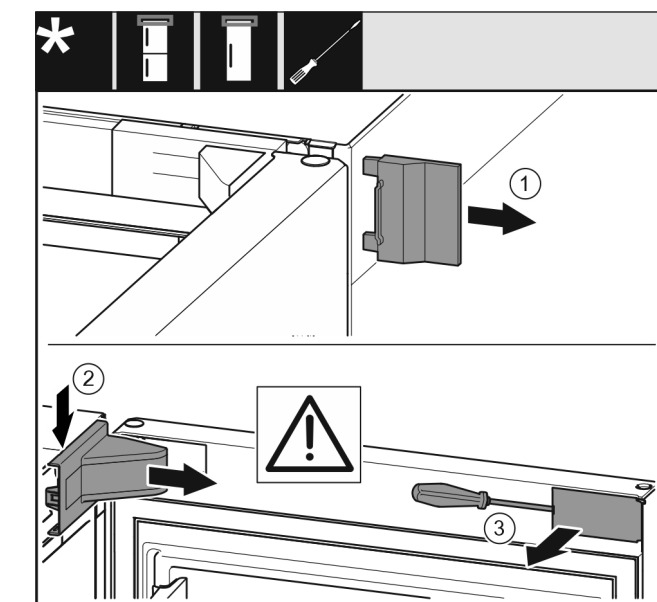

Fig. 8
- Buitenste afdekking verwijderen. *Fig. 8 (1)*
- Lagerbusafdekking ontgrendelen en losmaken. Afdekking van de lagerbus verwijderen. *Fig. 8 (2)*
- Paneel met de sleufschroevendraaier losmaken en naar de zijkant draaien. *Fig. 8 (3)*